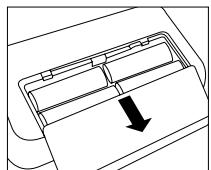

Fig. 1
■ Abra o compartimento das pilhas na parte inferior do aparelho (ver Fig. 1). Introduza as pilhas (ver Capítulo 13 "Dados técnicos"), prestando atenção à polaridade correcta (+ e -). Feche novamente o compartimento das pilhas. O aparelho passa automaticamente para a função de data/hora e, na primeira utilização, mostra o número "3 1" para o dia e o número "12" para o mês. A data pré-definida é portanto 31 de dezembro. Acerte a data e a hora, conforme indicado a seguir.